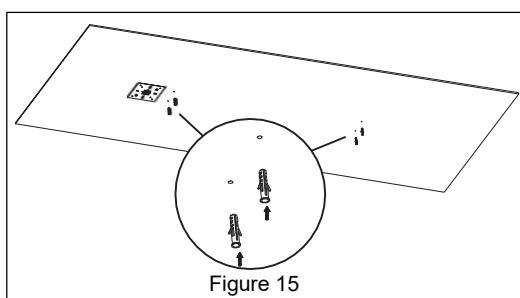

Figure 15
4. Percez des trous aux endroits marqués et insérez les dispositifs d'ancrage fournis. *Reportez-vous à la Figure 15.*